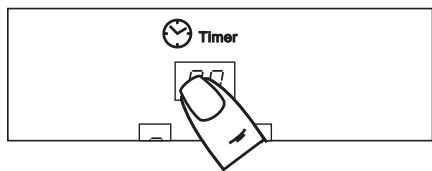

Рис.19
2. Перевести таймер в режим управления касанием зоны «**5**». В окне индикации программируемой конфорки высветится ноль (рис. 19).